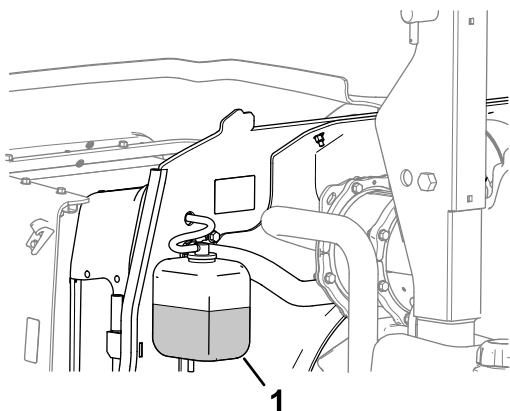

Bild 62
1. Prüfen Sie den Kühlmittelstand im Ausdehnungsgefäß (Bild 62).